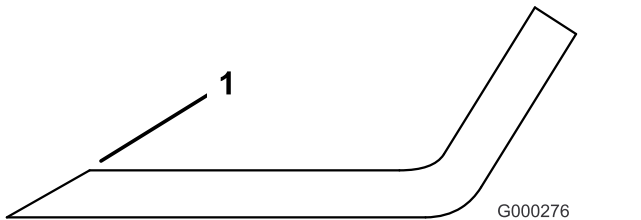

Figure 74
1. Au moyen d'une lime, aiguissez les tranchants aux deux extrémités de la lame (Figure 74).
**Remarque:** Si la lame est déséquilibrée, limez un peu l'extrémité de l'ailette seulement (Figure 74).